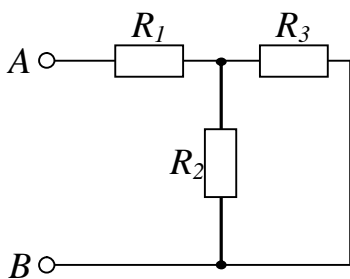

Рис. 1.8
**1.26.** Визначити еквівалентний опір на затискачах  $AB$  схеми рис. 1.8, де  $R_1 = 0,5$  Ом,  $R_2 = 5$  Ом,  $R_3 = 9$  Ом.